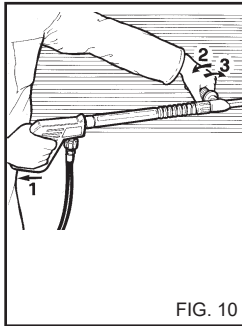

FIG. 10
**ИСПОЛЬЗОВАНИЕ ДВОЙНОЙ СТРУЙНОЙ ТРУБКИ (рис. 10) (если входит в комплектацию).**